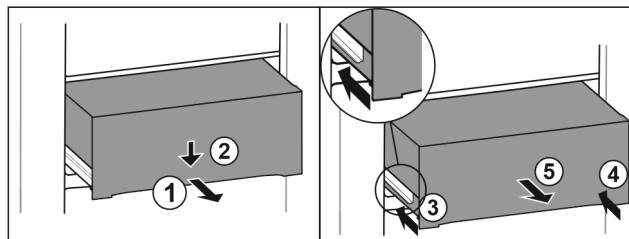

Fig. 146
- ▶ Schubfach halb herausziehen. Fig. 146 (1)
- ▶ Schubfach an der Vorderseite nach unten drücken. Fig. 146 (2)
- ▶ Linke Schiene etwa 2 cm einschieben. Fig. 146 (3)
- ▶ Rechte Schiene etwa 2 cm einschieben. Fig. 146 (4)
- ▶ Schubfach nach vorne entnehmen. Fig. 146 (5)